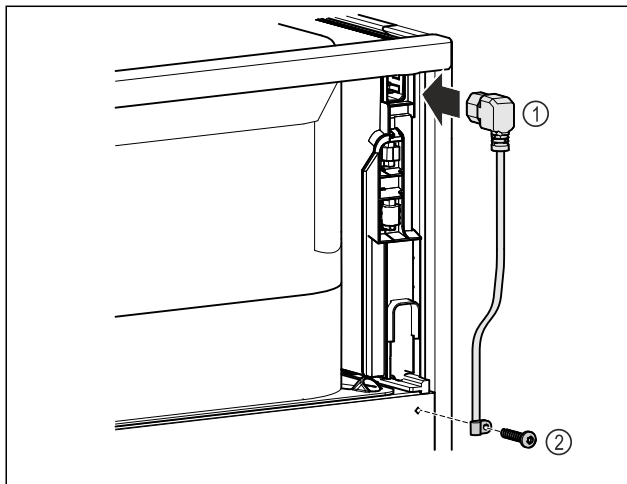

Fig. 9
- ▶ Futni spinën e pajisjes ftohëse të kordonit të lidhjes elektrike Fig. 9 (1) në pjesën e pasme të pajisjes.
- ▶ Montoni fiksuesin e kabllot. Fig. 9 (2)